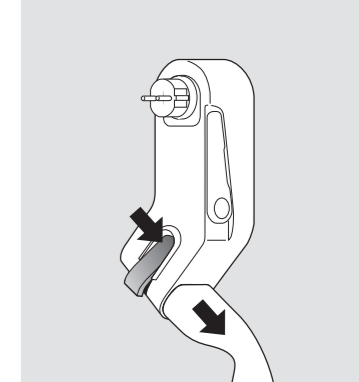

Fig. 3 Pajisja e shkyçjes së prizës Tipi 2
- Shkëputeni Mobility Dock (A) nga priza e energjisë
- Zhblokoni (D) mbështetësen e murit (E) dhe silleni në pozicionin fillestar
- Nëse është e nevojshme, shkyçni prizën e karikimit me levën portokalli (B) dhe shkëputeni atë (shih fig. 3)